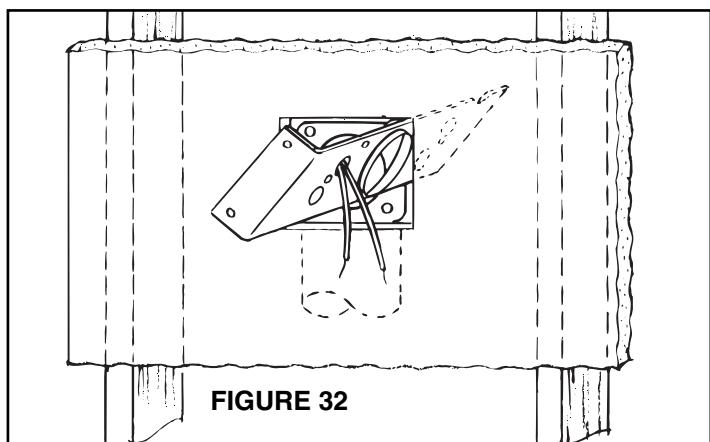

FIGURE 32
- Retirez le cadre du support de montage. Tirez le câble de basse tension à travers le trou du support et insérez le support dans la découpe. Fixez le support au raccord à bride avec les quatre vis fournies. Assurez-vous que la soudure est sûre entre le raccord à bride et le support de montage (Figure 32).